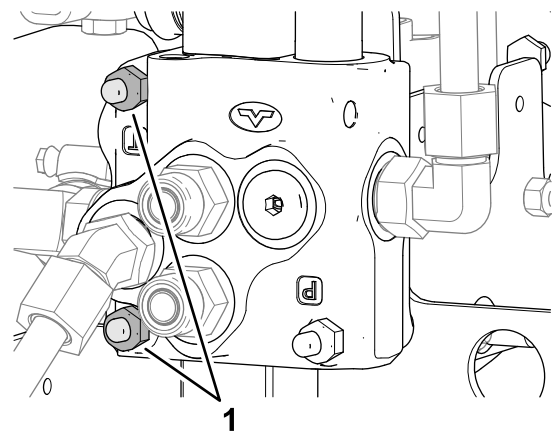

**Figure 22**
1. Installez le tube en L sur le raccord droit de l'orifice C de la vanne à faible débit et le raccord droit de l'orifice T-1 du distributeur de bras de chargeuse (Figure 22).